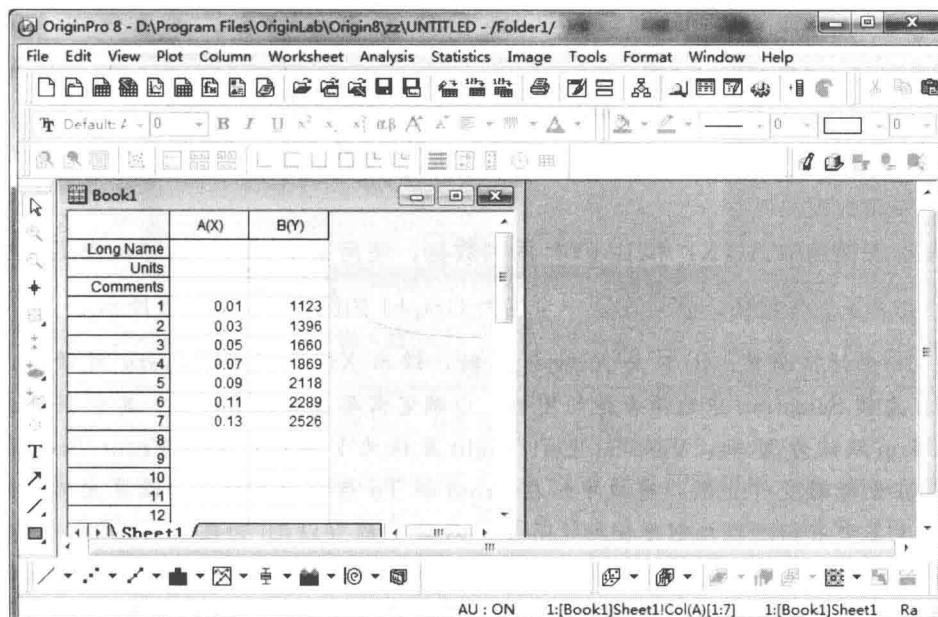

图 2-4 输入绘图数据
在“开始”菜单单击 OriginPro 8.0 图标，启动 Origin。启动后，Origin 自动给出名为 Book1 的工作表格，分别将  $\bar{q}$  和  $\Delta\theta/\Delta q$  的数据输入表格中的 A(X) 列和 B(Y) 列，见图 2-4。